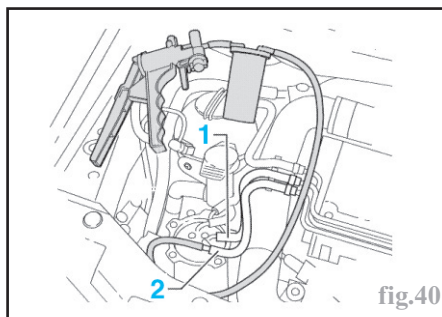

fig.40
- Débrancher avec précaution les canalisations d'alimentation (1) (repère bleu) et de retour (2) (repère blanc), venant de la pompe tandem (Fig.40).
- À l'aide d'une pompe à dépression manuelle, aspirer le maximum de gazole contenu dans la pompe tandem, par la canalisation de retour (2).
- Pour faciliter le réamorçage du circuit et avant de rebrancher la canalisation de retour sur le filtre (2), utiliser une pompe à dépression manuelle et amorcer le circuit par cette canalisation puis rebrancher celle-ci (Fig.40).
Débrancher avec précaution les canalisations d'alimentation (1) et de retour (2) sur le filtre à combustible, venant de la pompe tandem (Fig.40).
À l'aide d'une pompe à dépression manuelle, aspirer le maximum de gazole contenu dans la pompe tandem, par la canalisation de retour (2) (Fig.40).